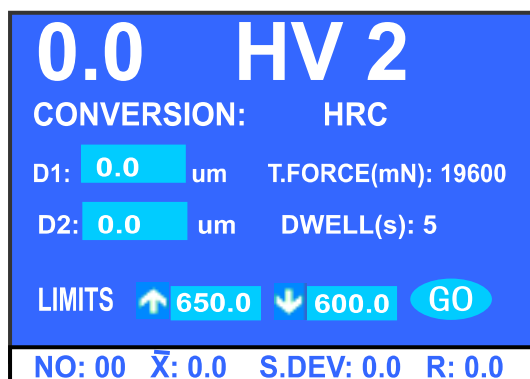

图 5-19 2K 试验力测试主菜单
10. 按下<OK>确认，系统进入 2K 试验力测试主菜单，若此时测试标尺数字“2”在闪烁，再按<OK>确认，闪烁停止，见图 5-19。